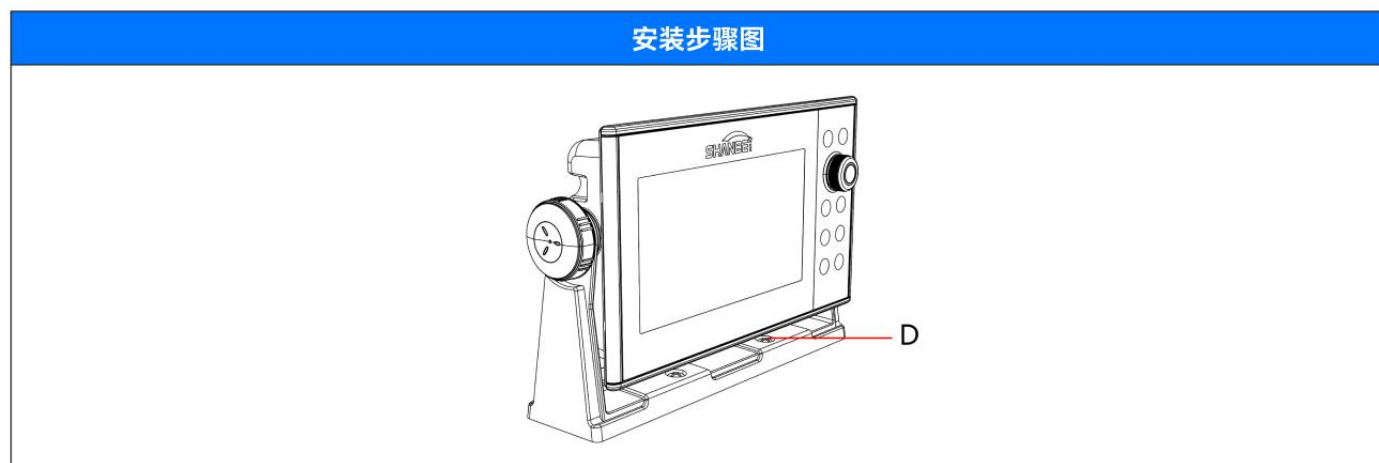

图3.3
1. 如图3.3中将螺丝安装在D孔位，把多功能显示单元和支架固定于台面上。